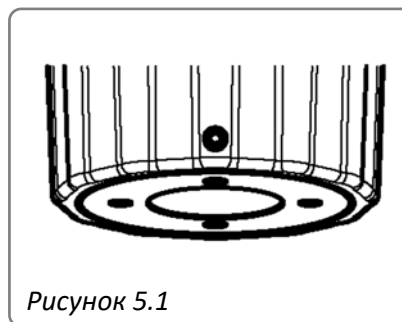

Рисунок 5.1
- Введите стержни привода в отверстия пластины для крепления клапана (6) и затяните их крепежными гайками (7)
- Вытяните шпindelную гайку рукой и полностью наденьте ее на дисковые пружины и стяжной элемент, слегка прикрутите контргайку и затяните ее, дополнительно вытяните шпindelную гайку и при необходимости затяните до упора дисковые пружины с помощью прилагаемого торцевого ключа, затем затяните контргайку на одном уровне с нижним краем шпинделя и не выступайте (рис. 5.1, при необходимости, сжать диск ручкой).
- Затяните установочный винт с шестигранной головкой (2), торцевая гайка должна быть зафиксирована от отвинчивания.